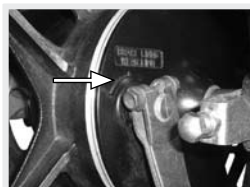

Imagen 10. Indicador de desgaste del freno trasero.
3. Verificar que el indicador de desgaste no alcance la línea de desgaste. Ver imagen 10.